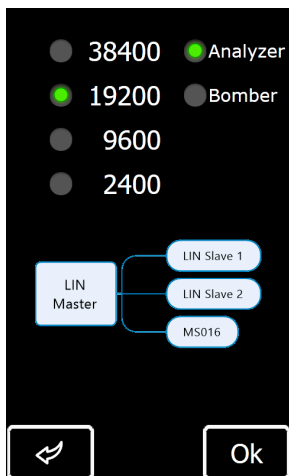
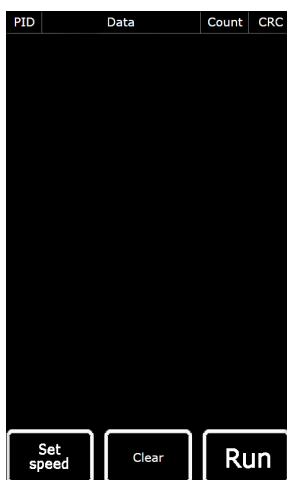

Рисунок 26. Экран выбора режима и скорости работы шины LIN
Рисунок 29. Экран режима Bomber
3. В главном меню тестера выбрать режим «LIN analyzer», затем на экране (рис. 26) выбрать режим «Analyzer» и подобрать скорость работы шины LIN. Нажмите кнопку «OK» – откроется окно вывода данных считанных по LIN шине (рис. 28).
3. В главном меню тестера выбрать режим «LIN analyzer», затем на экране (рис. 26) выбрать режим «Bomber» и скорость работы шины LIN. Нажмите «OK» – откроется окно режима (рис. 29).